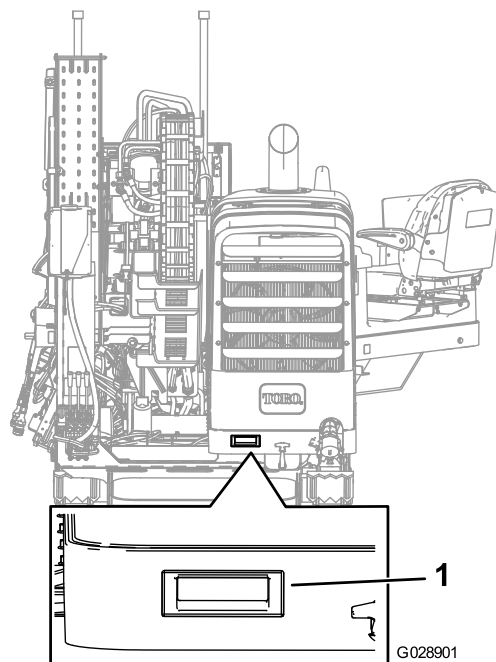

Figure 61
3. Tirez la poignée, comme montré à la Figure 61.